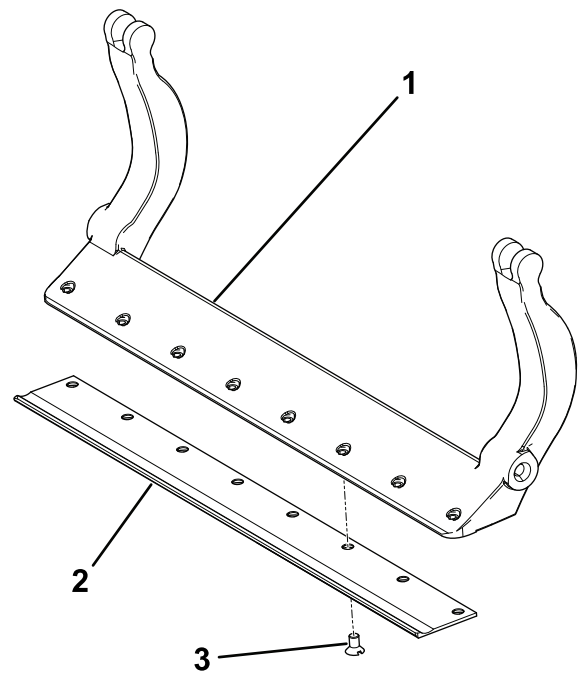

図 33
3. ベッドナイフ固定ボルトに固着防止パウンドを塗ってベッドナイフをベッドバーに固定する 図 33。